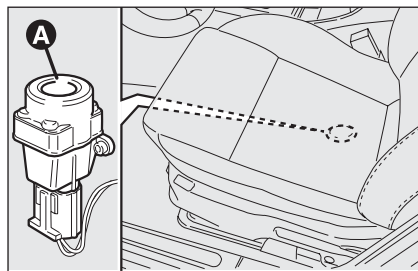

fig. 49
Per riattivare l'interruttore blocco combustibile premere il pulsante **A-fig. 49**.
- ☐ premere il pulsante **A-fig. 49** per riattivare l'interruttore blocco combustibile;